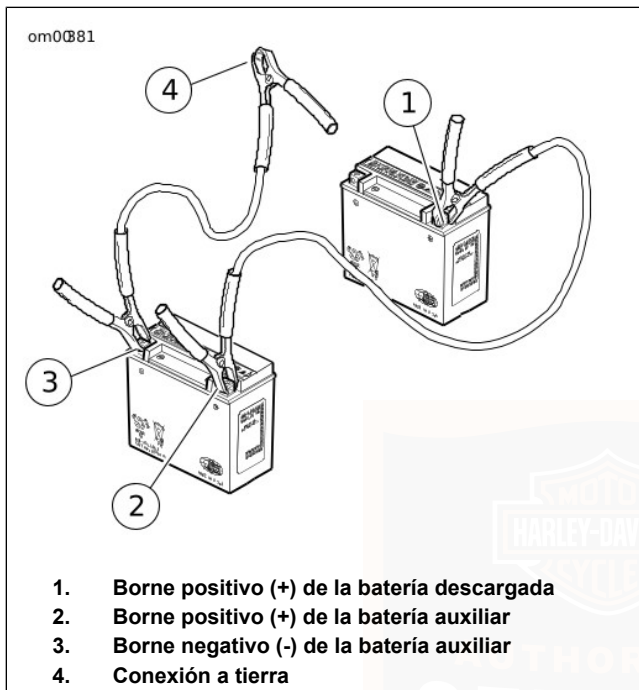

Figura 65. Conexiones de los cables de arranque en puente
1. Vea Figura 65. Conecte un extremo del cable de puente al borne positivo (+) de la batería DESCARGADA (1).
2. Conecte el otro extremo del mismo cable al borne positivo (+) de la batería AUXILIAR (2).